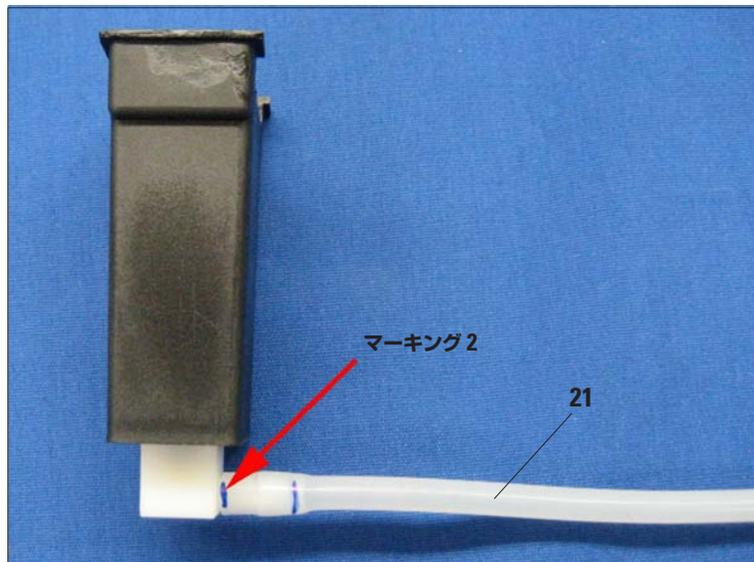

図 26
- 次にホース (21) をコネクターにねじ込むようにして、ホース端部がコネクター側面に密着するまで押し込みます (図 26)。